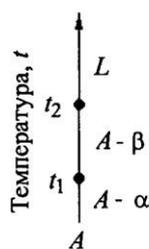

Рис. 25
**60. Какая диаграмма состояния представлена на рис. 25?**